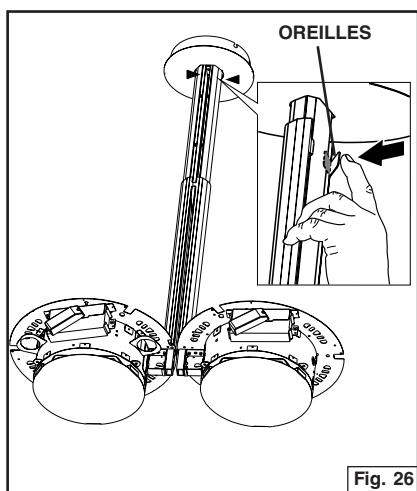

Fig. 26
- Repliez les deux oreilles du couvercle du bras inférieur sur le couvercle du bras supérieur. Faites de même pour l'autre couvercle. Fig. 26.